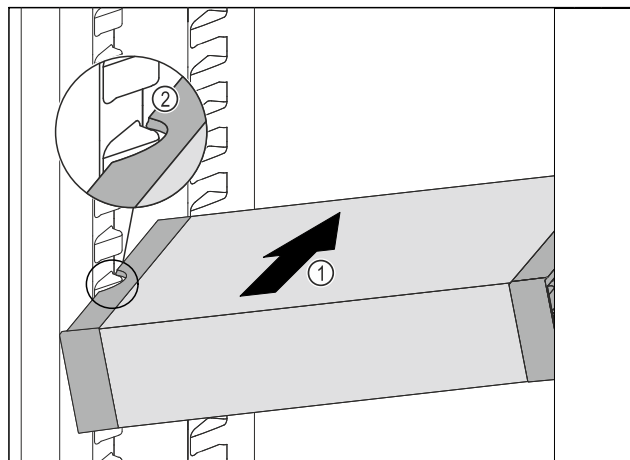

Fig. 86
- VarioSafe schräg in das Kühlteil einschieben Fig. 86 (1), bis sich die seitlichen Aussparungen Fig. 86 (2) des VarioSafes auf Höhe der Behälterrippe im Kühlteil befinden.